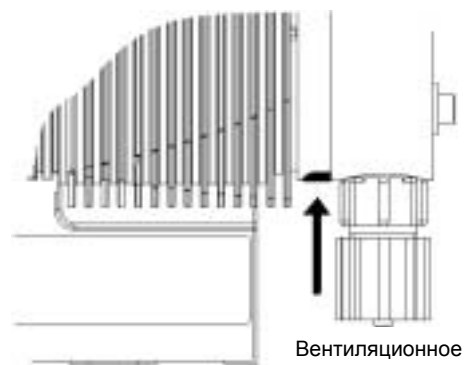

Рисунок 23
- Проверка дозирующей головки на наличие протечек (Рисунок 23)
После того как насос установлен, вентиляционное отверстие должно быть направлено вниз (См. Рисунок 23)!